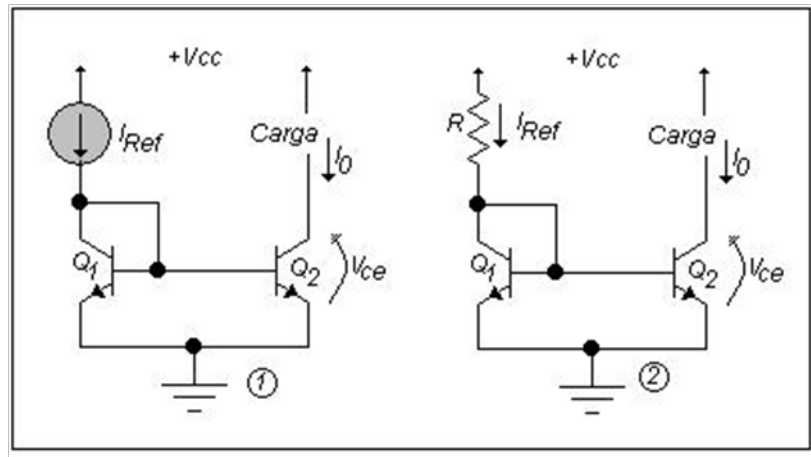

Figura 4: Espejo de Corriente Simple con BJT.
Para nuestra práctica de los espejos de corriente con transistores bipolares de unión (BJT), podemos utilizar el circuito integrado 3046 o 3086, que és un arreglo de transistores de propósito general NPN, producido por varios fabricantes como Intersil y National Semiconductors, y fácilmente disponible en el mercado local, además de económico. La topología de un espejo simple de corriente con transistores BJT, se muestra en la figura 4 (1).